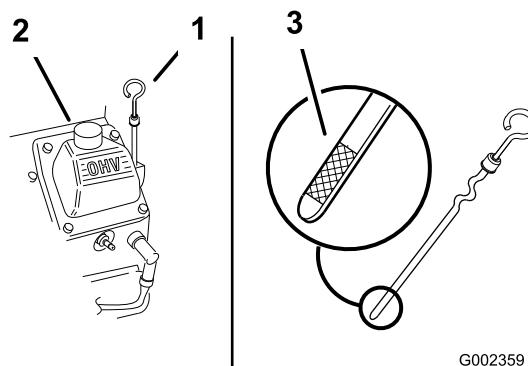

Figura 17
2. Limpie alrededor de la varilla de aceite (Figura 17) para que la suciedad no pueda penetrar por el orificio de llenado y causar daños en el motor.
3. Retire la varilla, límpielas, y vuelva a colocarla, asegurándose de que quede bien asentada (Figura 17).
El nivel de aceite debe llegar a la marca Lleno del extremo metálico de la varilla (Figura 17).
5. Si el nivel de aceite está por debajo de la marca Lleno, retire el tapón de llenado (Figura 17) y añada aceite hasta que el nivel llegue a la marca Lleno de la varilla. **No llene demasiado.**